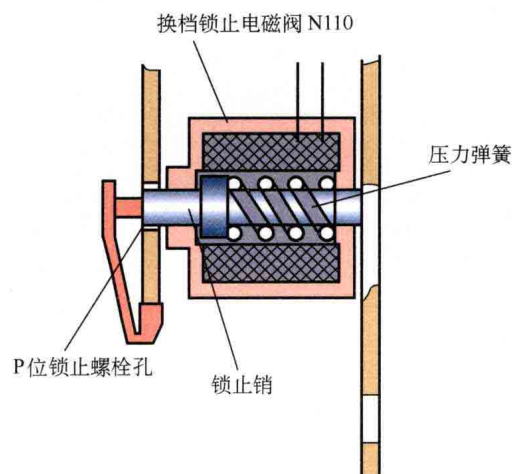

图2-4 P位锁止
① 变速杆在P位锁止: 当变速杆在P位时, 弹簧使锁止销在P位锁止销孔, 这可以防止变速杆意外换档, 如图2-4所示。